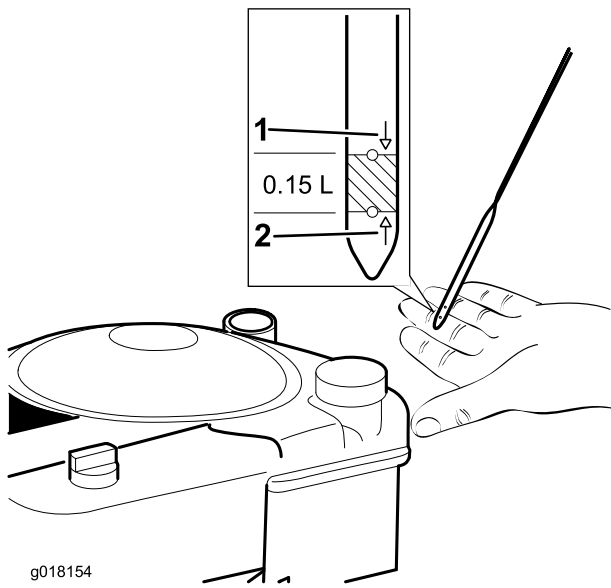

Bild 6
1. Ziehen Sie den Ölpeilstab heraus (Bild 6).
2. Gießen Sie **langsam** Öl in den Einfüllstutzen; warten Sie für drei Minuten; prüfen Sie den Ölstand am Peilstab; wischen Sie den Peilstab ab und stecken ihn dann ganz in das Rohr (**Bild 6**).
3. Füllen Sie den Motor mit Öl, bis der Peilstab angibt, dass der Ölstand richtig ist, wie in **Bild 6** abgebildet.